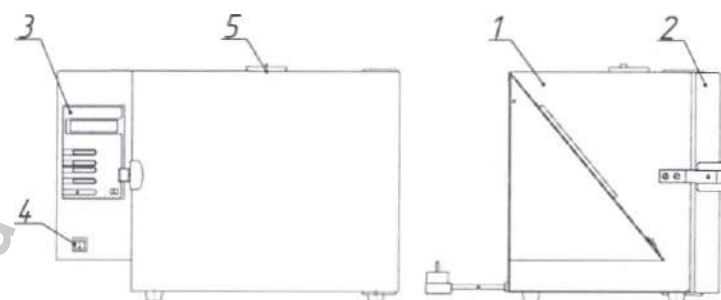
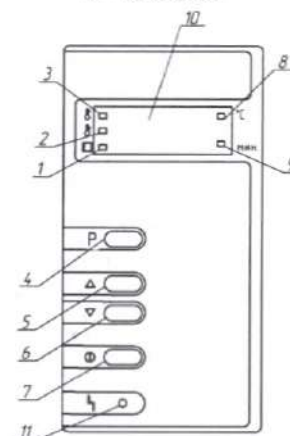

Рисунок 1. Общий вид ШСвЛ-40 КИУС.941729.003-07.
Рисунок 2. Блок управления.
Установить выключатель (поз. 4, рис. 1) в положение " I ". На блоке управления загорится индикатор (поз. 8, рис. 2), информационное табло (поз. 10, рис. 3) отображает текущую температуру в камере.
Для выбора режима, нажать на кнопку "Р" (поз. 4, рис. 2) и выбрать нужный, путем нажатия на одну из кнопок "Δ", "∇" (поз. 5, 6, рис. 2).
Для запуска выбранного режима, кратковременно (не более 2 сек), нажать на кнопку "⓪" (поз. 7, рис. 2). Шкаф перейдет в фазу «НАГРЕВ», начнет мигать индикатор "НАГРЕВ"/"ВЫДЕРЖКА" (поз. 3, рис. 2). Информационное табло индицирует изменение температуры в камере. Происходит нагрев до установленного значения температуры.
В фазе «ОХЛАЖДЕНИЕ» индикатор продолжает показывать изменение температуры в камере и горит индикатор "ОХЛАЖДЕНИЕ" (поз. 2, рис. 2). Температура в камере падает. При понижении температуры до 75°C гаснет индикатор "ОХЛАЖДЕНИЕ", загорается индикатор "ВЫГРУЗКА" (поз. 1, рис. 2) и звучит прерывистый звуковой сигнал, который выключается через 1 минуту.
2.3.2 Установить выключатель (поз. 4, рис. 1) в положение "I". На блоке управления загорится индикатор (поз. 8, рис. 2), информационное табло (поз.10, рис. 2) показывает текущую температуру в камере.
2.3.3 В алгоритм работы шкафов, заложена возможность автоматического запуска прерванного (в результате кратковременного пропадания питающего напряжения) цикла. Если после включения произошел автоматический запуск цикла, то для его остановки необходимо нажать на кнопку "⓪" (поз. 7, рис. 2) и удерживать её в течение 3 секунд.
2.3.4 Для выбора режима, необходимо нажать на кнопку "P" (поз. 4, рис. 2) (на информационном табло попеременно отображаются установленная температура и время выдержки) и выбрать требуемый, путем нажатия на одну из кнопок "Δ" или "∇" (поз. 5, 6, рис. 2). Для выбора доступны два предустановленных заводом-изготовителем режима работы (таблица 1). Запуск цикла осуществляется коротким (не более 2 сек) нажатием кнопки "⓪".
2.3.5 Шкаф запоминает в энергонезависимой памяти последний запущенный режим. Для его повторного запуска можно сразу нажать на кнопку "⓪" (поз. 6, рис. 2), не производя выбор вновь.
После перехода в состояние редактирования режима начнет мигать индикатор температуры (поз. 8, рис. 2). Нажатием на кнопки «Δ» и «∇» установите нужное значение температуры.
После установки требуемой температуры, для перехода к заданию времени выдержки, необходимо удерживать нажатой кнопку «P» в течении 3-х секунд. Начнет мигать индикатор времени (поз. 9, рис. 2). Нажатием на кнопки «Δ» и «∇» установите нужное значение времени выдержки.
2.3.8 При достижении заданной температуры, шкаф переходит в фазу «ВЫДЕРЖКА». Включается светодиодный индикатор "ВЫДЕРЖКА" (поз. 3, рис. 2), информационное табло попеременно индицирует время выдержки и текущую температуру в камере. Происходит выдержка при заданной температуре, по истечении которой шкаф переходит в фазу «ОХЛАЖДЕНИЕ».
2.3.9 В фазе «ОХЛАЖДЕНИЕ» индикатор продолжает показывать изменение температуры в камере и горит индикатор "ОХЛАЖДЕНИЕ" (поз. 2, рис. 2). Температура в камере падает.
2.3.10 При понижении температуры до 75 °С гаснет индикатор "ОХЛАЖДЕНИЕ", загорается индикатор "ВЫГРУЗКА" (поз. 1, рис. 2) и звучит прерывистый звуковой сигнал (в течении 1 минуты), после чего можно открыть дверь и произвести выгрузку.
2.3.11 По окончании работы установить сетевой выключатель в положение "0" (поз. 4, рис. 1).